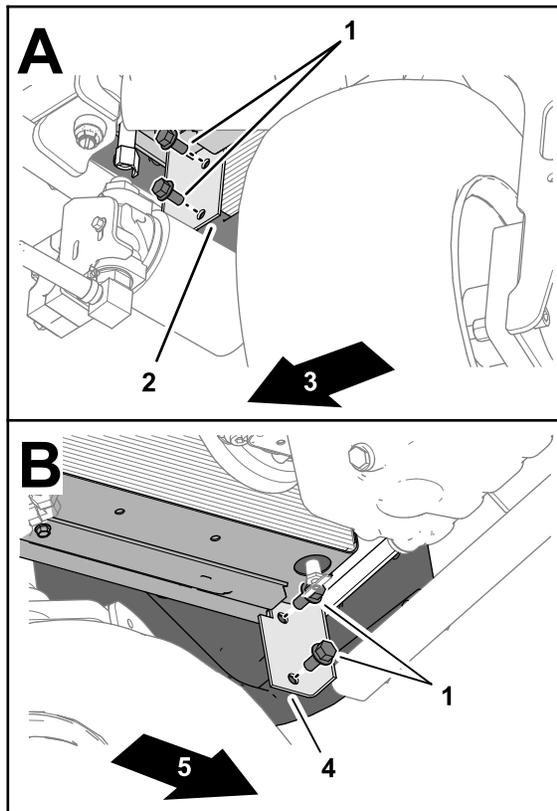

Figura 20
1. No canto inferior dianteiro do radiador, retire os dois parafusos flangeados ($\frac{3}{8}$ x $\frac{3}{4}$ pol.) que prendem o suporte do radiador à tampa traseira da máquina (Figura 20).
2. Retire os dois parafusos flangeados ($\frac{3}{8}$ x $\frac{3}{4}$ pol.) que prendem o suporte do radiador à tampa traseira da máquina no outro lado da máquina (Figura 20).